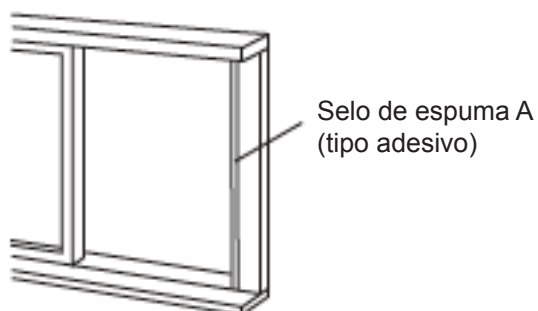

Fig. 12
1. Corte o selo de espuma (tipo adesivo) no comprimento apropriado e una-o à estrutura da janela. Ver Fig. 12